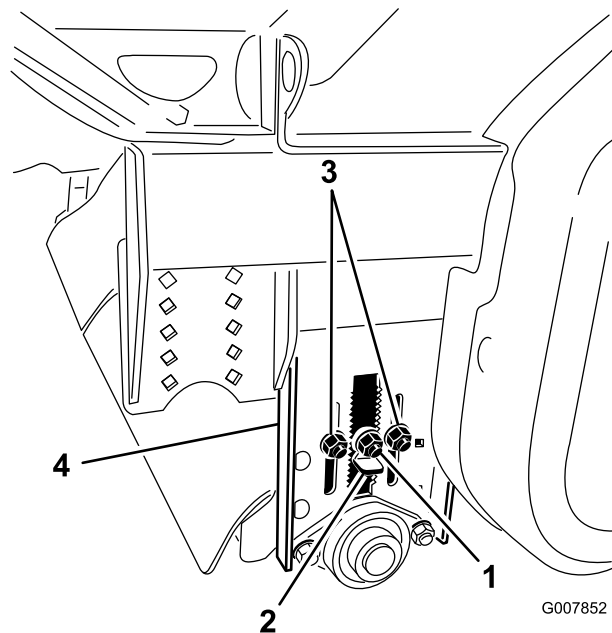

図 29
2. 高さ調整キー 図 29 についているロックナットをゆるめて、キーを 13mm 程度引き出せるようにする。
3. ローラの高さ調整用ロックナットをゆるめる 図 29。
4. 高さ調整キーを引き出し、ローラの高さ調整プレートを動かして後ローラを適当な高さに調整する 図 29。